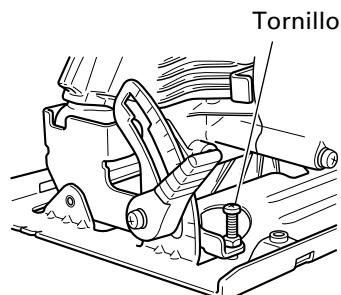

Fig. 22
- (2) Cuando aplique una escuadra a la base y apoyéndola sobre la cuchilla, girar el tornillo con un destornillador para despazar la base, y ajustar la base y la cuchilla de forma que queden en ángulo recto entre sí. (Fig.22)